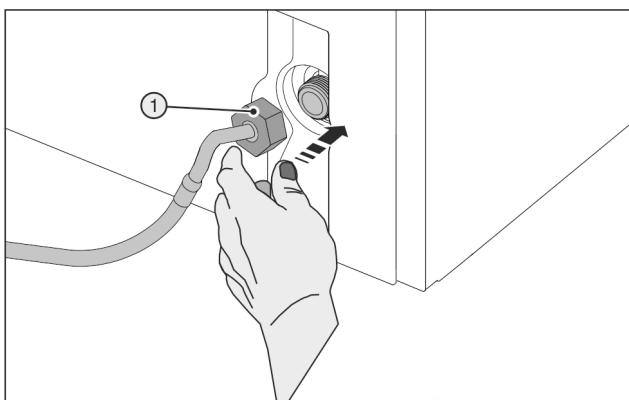

Fig. 24
- Oprezno postavite maticu Fig. 24 (1) i ravno je zavrnite na navoj.
- Oprezno postavite maticu Fig. 24 (1) i zavrnite je s dva prsta ravno na navoj sve dok se sigurno ne pričvrsti.
- Pomoći alat (5) upotrebljavajte isključivo pri sobnoj temperaturi.
- Pritežite maticu Fig. 24 (1) pomoćnim alatom (5) u smjeru kazaljki na satu sve dok ne postignete maksimalni pritezni moment i dok se pomoći alat (5) okreće.